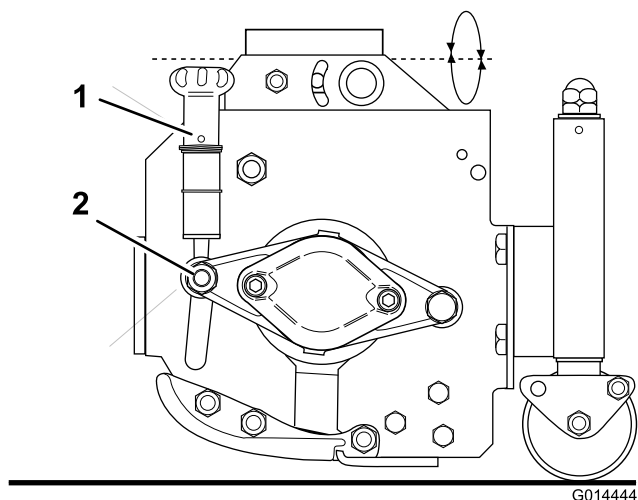

Figure 71
3. Si un réglage est nécessaire, procédez comme suit, desserrez l'écrou (Figure 71) de 1/4 de tour aux deux extrémités.
4. Tournez le volant (Figure 71) d'une butée à l'autre alternativement tout en tournant le cylindre de coupe vers l'arrière jusqu'à ce que la lame inférieure soit en léger contact avec le cylindre sur toute la longueur.
6. Serrez l'écrou (Figure 71) aux deux extrémités.